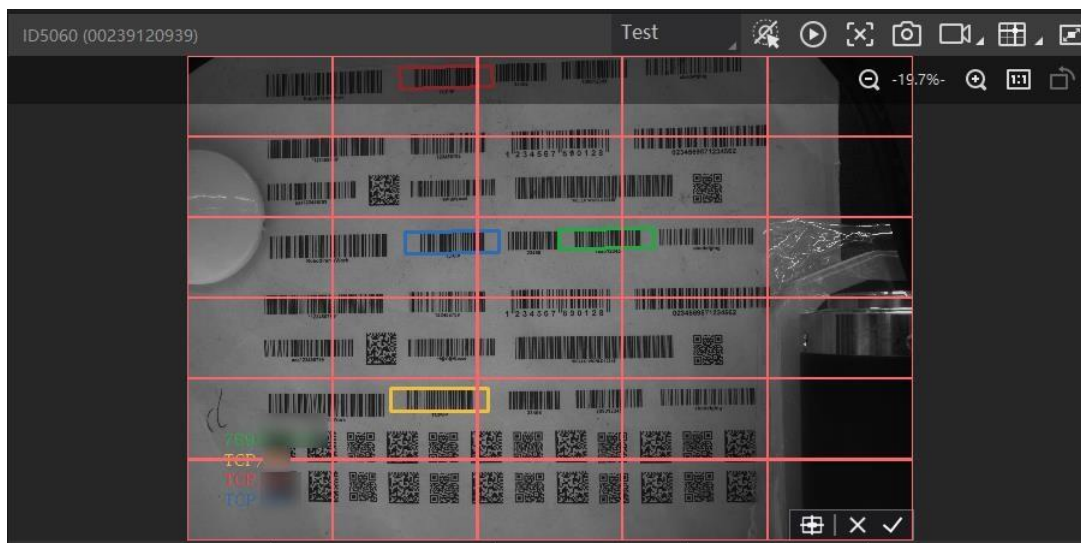

图3-30 棋盘格绘制ROI
4. 此时预览窗口将展示设置的棋盘格 ROI 区域，如图 3-30 所示。通过如下操作，可以根据实际需求对 ROI 区域进行调整。调整完成后，点击 ☒ 此时预览窗口生成棋盘格 ROI 区域，红色边框变为绿色。